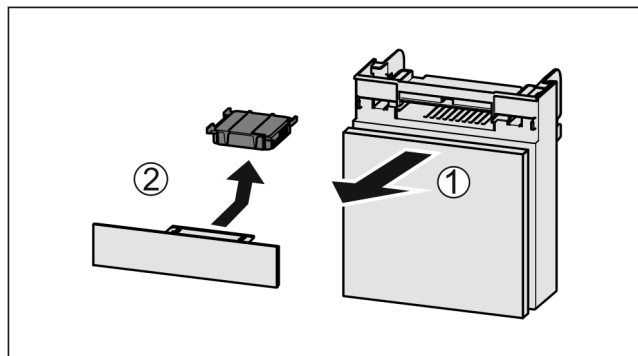

Fig. 42
- ▶ Lade vanaf de voorkant eruit trekken Fig. 42 (1).
- ▶ Actiefkoolfilter verwijderen Fig. 42 (2).